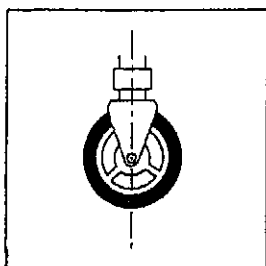

Fig. 3 - Roulette sans départ
• Les roulettes doivent être solidaires de l'échafaudage par construction. Lorsqu'elles sont porteuses en position d'utilisation, elles doivent être bloquées en translation et en orientation. Le blocage en orientation n'est pas nécessaire lorsque les roulettes sont sans départ (fig. 3).